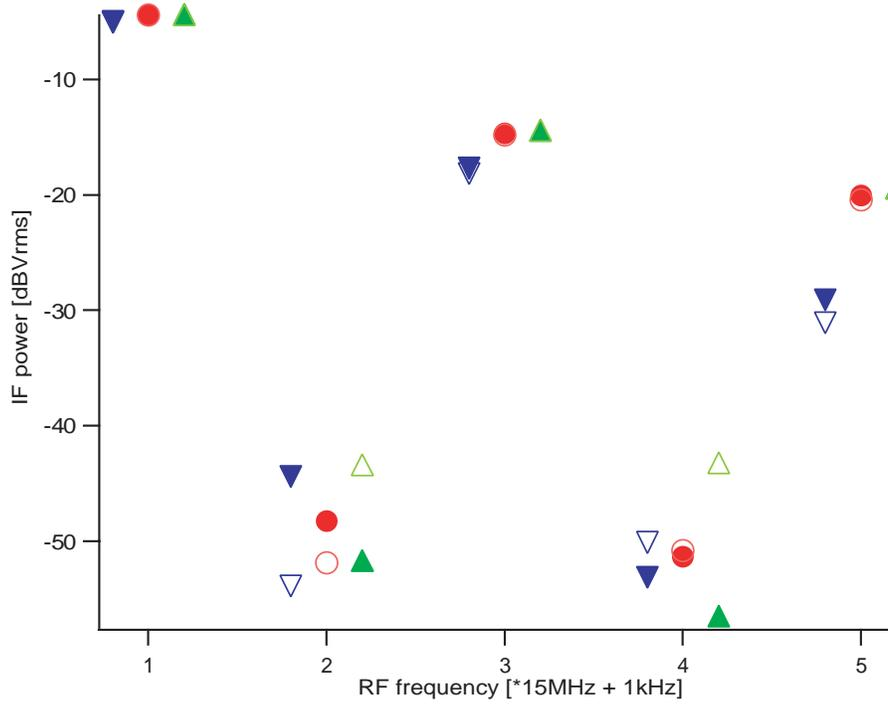

図 2: RFsin 波 0.10V に固定
続いて図 2 は RF を固定して LO のパワーを変動させたときの結果である。それぞれのマーカーが示すものは次の通りである。RF は全て 0.10V の sin 波である。
- 図2に関して、基本波に注目すると赤 (2.60V) と緑 (3.90V) がほぼ同じで、青 (1.40V) が二つを下回る。このことより現在 TAMA で使われているパワー (赤) は過不足無いパワーだと言える。
- 図2に関して、一番問題となる3倍波の高調波成分に関して、LOにsin波を入れても矩形波を入れてもほとんど違いがない。この事より、今のパワーだと、LOのsin波に少々の高調波成分が乗っていてもほとんど影響がない。